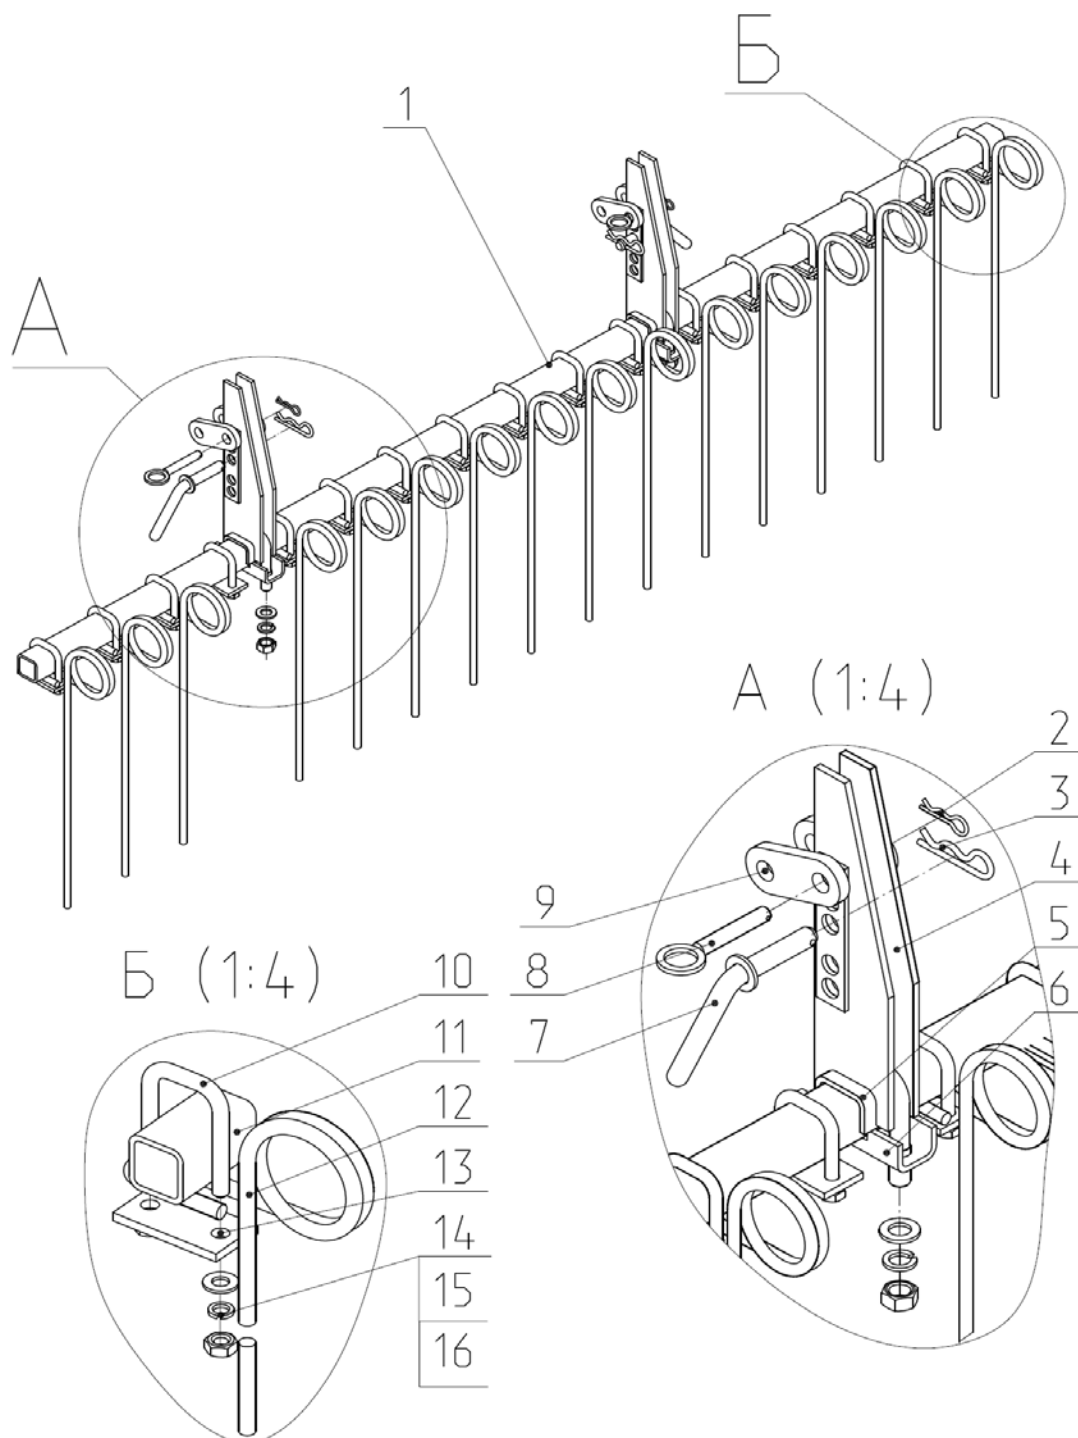
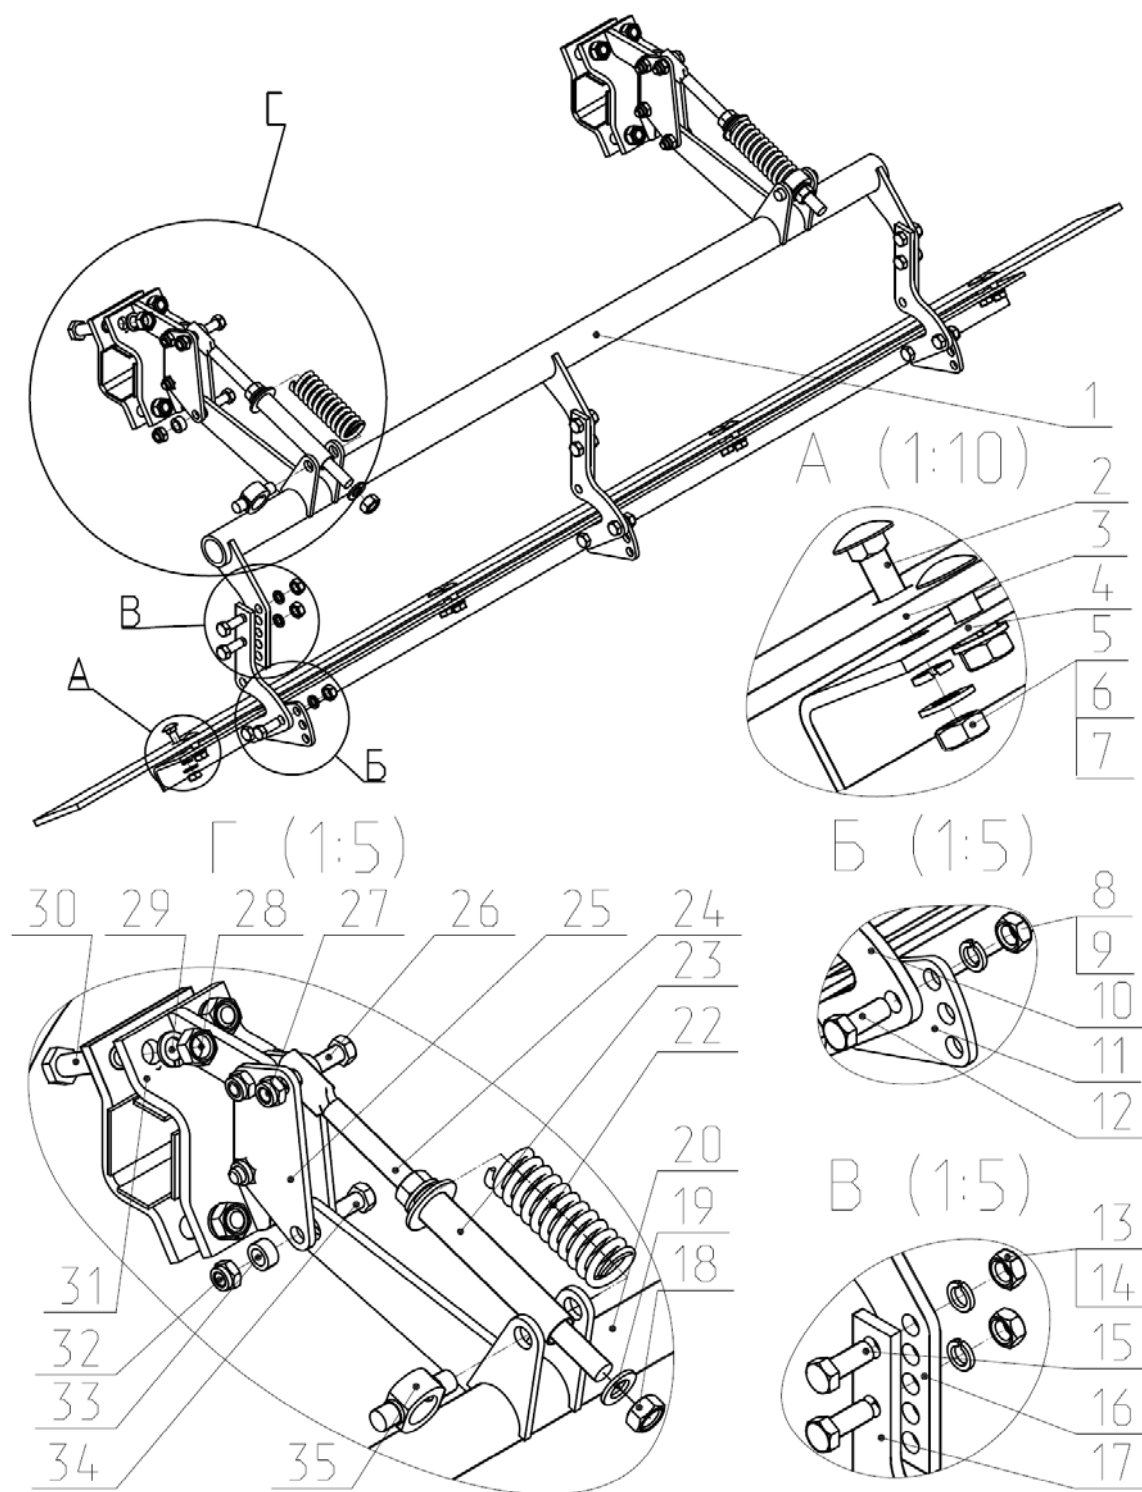

Рис.14 КСП 04.120 Гребенка однорядная.
Рис.15 КБП 02.290 Планчатый выравниватель.
2.14 На секции катков дополнительно могут устанавливаться гребенки вычесывающие однорядные (Рис.14), и планчатый выравниватель (рис.15).
2.14.1 Гребенка вычесывающая (Рис.14), предназначена для вычесывания подрезанных растений и сброса их на поверхность почвы, а также для дополнительного крошения и осаживания взрыхленной почвы, подготавливаемой под посев